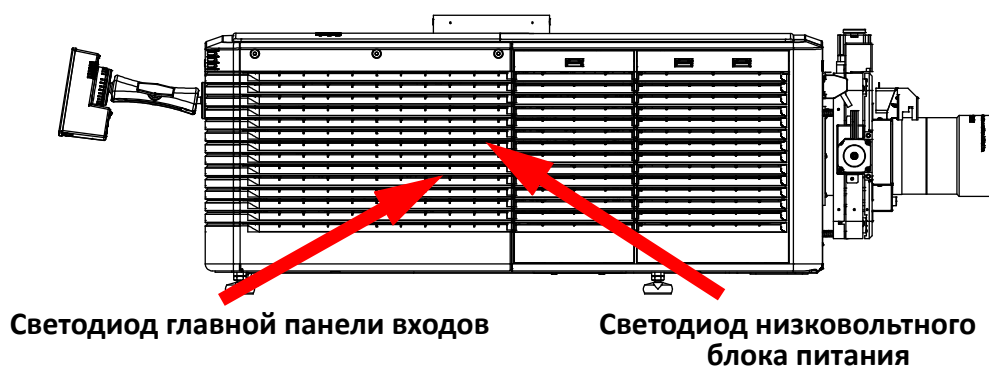

Figure 5-2 Индикаторы состояния питания
3. Проверьте наличие питания, заглянув внутрь проектора через правую решетку на задней стороне проектора. В правом верхнем углу должен светиться один светодиод. Он указывает на то, что низковольтный блок питания находится под напряжением. В нижней левой части должен светиться еще один светодиод, сигнализирующий о работоспособности главной панели входов. (Figure 5-2)